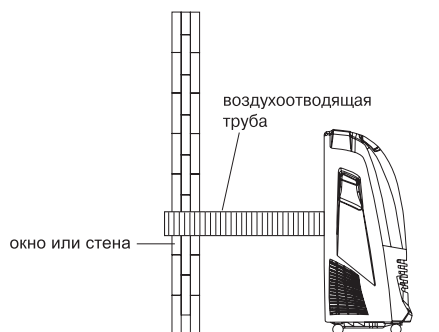

Рис. 2.3
• Через блок кондиционера проходят два воздушных потока. Воздух первого потока забирается из помещения, проходит через испаритель, охлаждается и выходит через верхние выпускные отверстия. Воздух второго потока, также забирается из помещения, проходит через конденсатор, нагревается и отводится через воздухоотводящую трубу наружу (рис. 2.3).